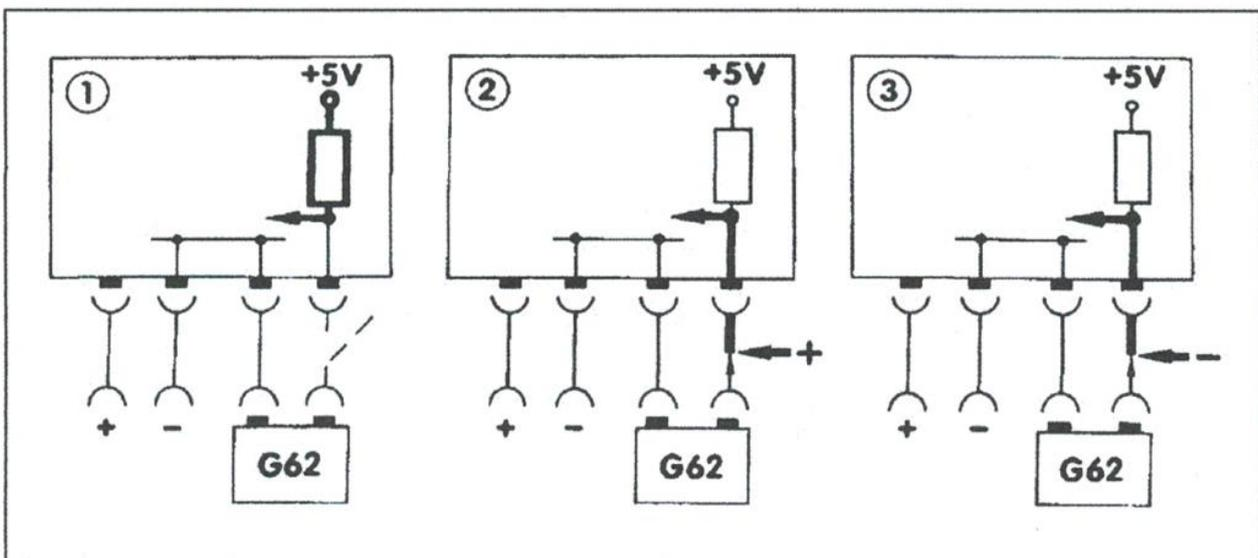

Abbildung 3: Funktionskontrolle und Fehlererkennung
1. *Eine Leitungsunterbrechung* (vergleiche Abbildung 3, Ziffer 1)
2. *Einen Kurzschluss nach Plus* (vergleiche Abbildung 3, Ziffer 2)
Ursache ist ein *Kurzschluss nach Masse* (vergleiche Abbildung 3, Ziffer 3). Bei einem Kurzschluss nach Masse (z. B. durch eine durchgescheuerte Isolierung am Anschlusskabel) liegt am Eingang des Steuergerätes für den Temperatursensor eine Spannung von 0 Volt (Masse).